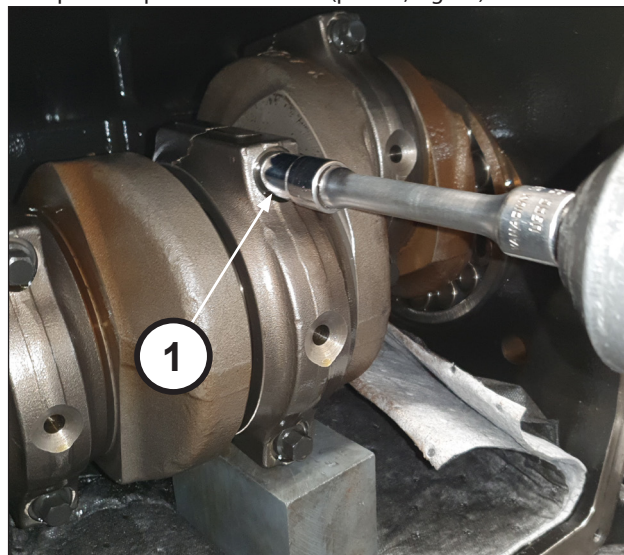

Fig. 29
Desaperte os parafusos da biela (pos. ①, Fig. 29).